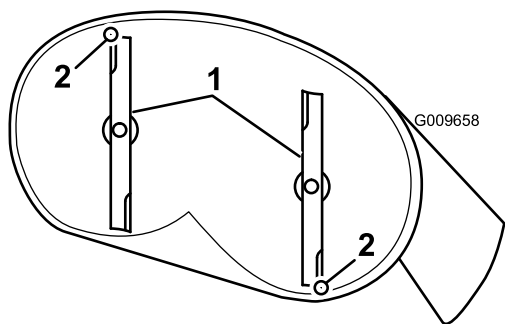

Figure 56
4. Faites pivoter les lames avec précaution pour faire passer les pointes avant à l'arrière (Figure 56).
5. Mesurez la distance entre la pointe de la lame avant et la pointe de la lame arrière par rapport à la surface plane (Figure 56). Si la pointe avant de la lame n'est pas de 1,6 à 7,9 mm (1/16 à 5/16 po) plus basse que la pointe arrière, réglez le contre-écrou avant.
8. Une fois le réglage effectué, vérifiez à nouveau l'inclinaison avant/arrière des lames. Poursuivez le réglage de l'écrou jusqu'à ce que la pointe avant de lame soit de 1,6 à 7,9 mm (1/16 à 5/16 po) plus basse que la pointe arrière (Figure 56).